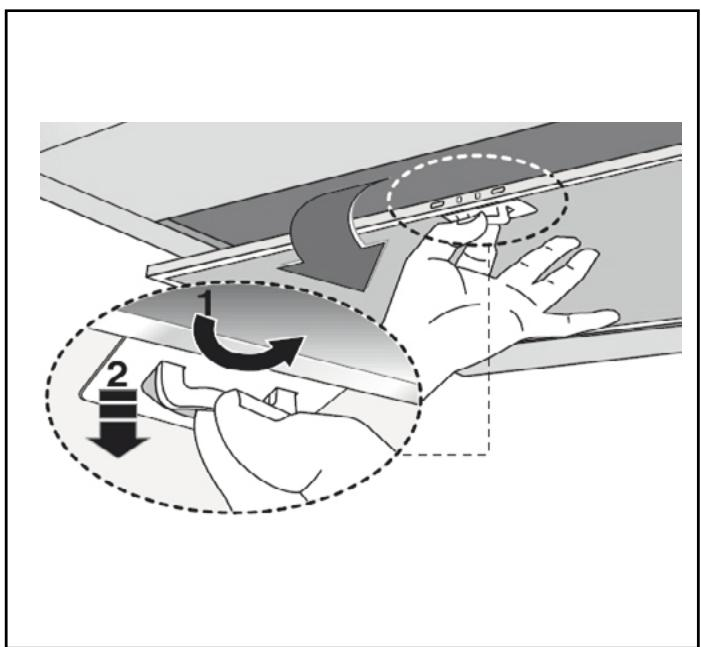

Fig.4
- Antes de efectuar las operaciones de fijación, extraer el filtro anti grasa (**Fig.4**).
- .- Quite el panel filtrante (**Fig.4**) y lávelo con una solución de agua y detergente líquido neutro dejando ablandar la suciedad.